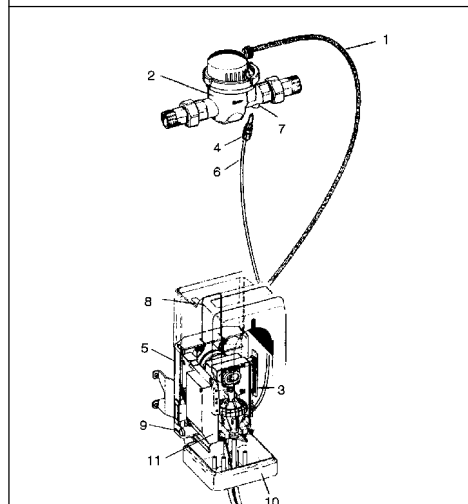

Fig. 3: Collegamento del trasmettitore a impulsi
L'eccedenza di cavo può essere portata all'interno della scatola e arrotolata sull'apposito apparato (3). Per fare questo, aprite il coperchio (8) mediante i due tasti (9) sui due lati (vd. Fig. 3).
- Rimuovete il coperchio dal corpo della pompa (Fig. 3)